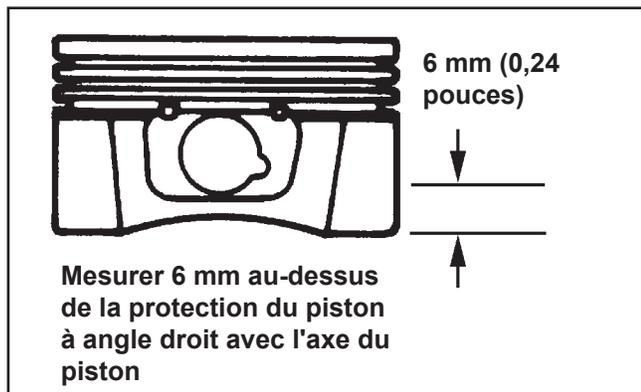

Figure 10-4. Mesure du diamètre du piston.
1. Utiliser un micromètre pour mesurer le diamètre du piston **6 mm (0,24 pouces)** au-dessus du fond de la chemise du piston et perpendiculairement à l'axe du piston. Voir la Figure 10-4.